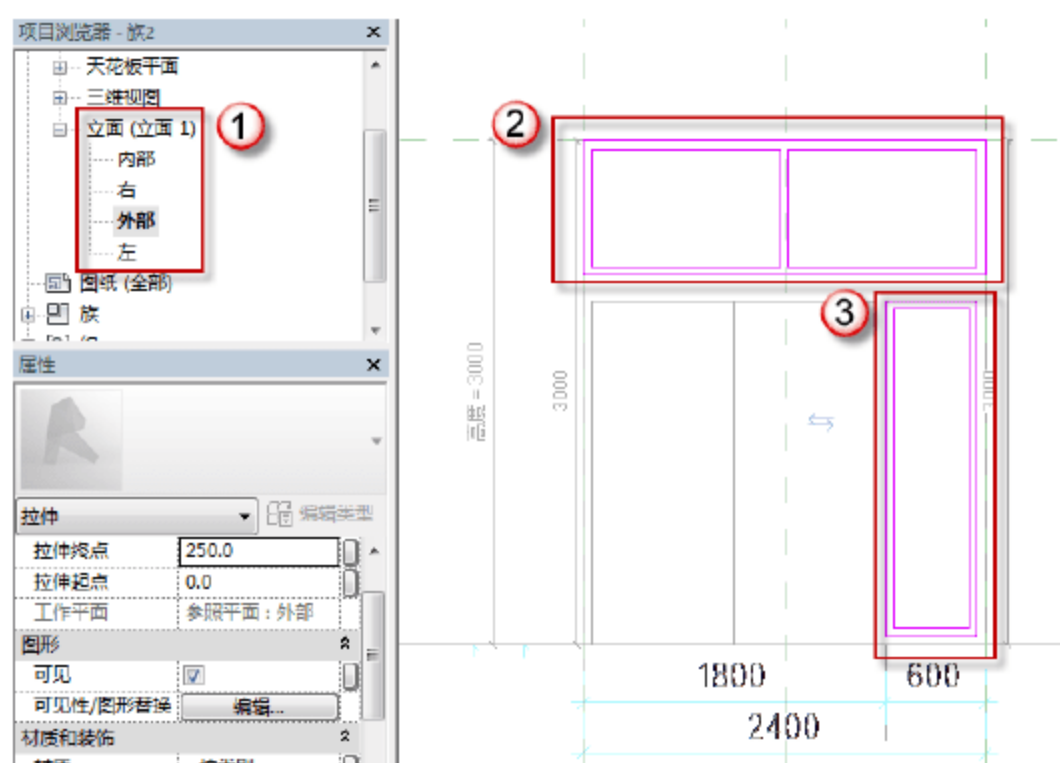

图 6.3.20 MC2430 的窗框绘制
(18) 绘制 MC2430 窗窗框。选择“项目浏览器”中的“立面 (立面 1)”→“左”选项，可以进入 MC2430 的外部立面视图，选择“创建”→“拉伸”命令，进入“修改 | 编辑拉伸”界面，用菜单中的绘制工具完成 MC2430 窗窗框绘制，如图 6.3.20 所示。绘制完成后，单击√按钮完成绘制。